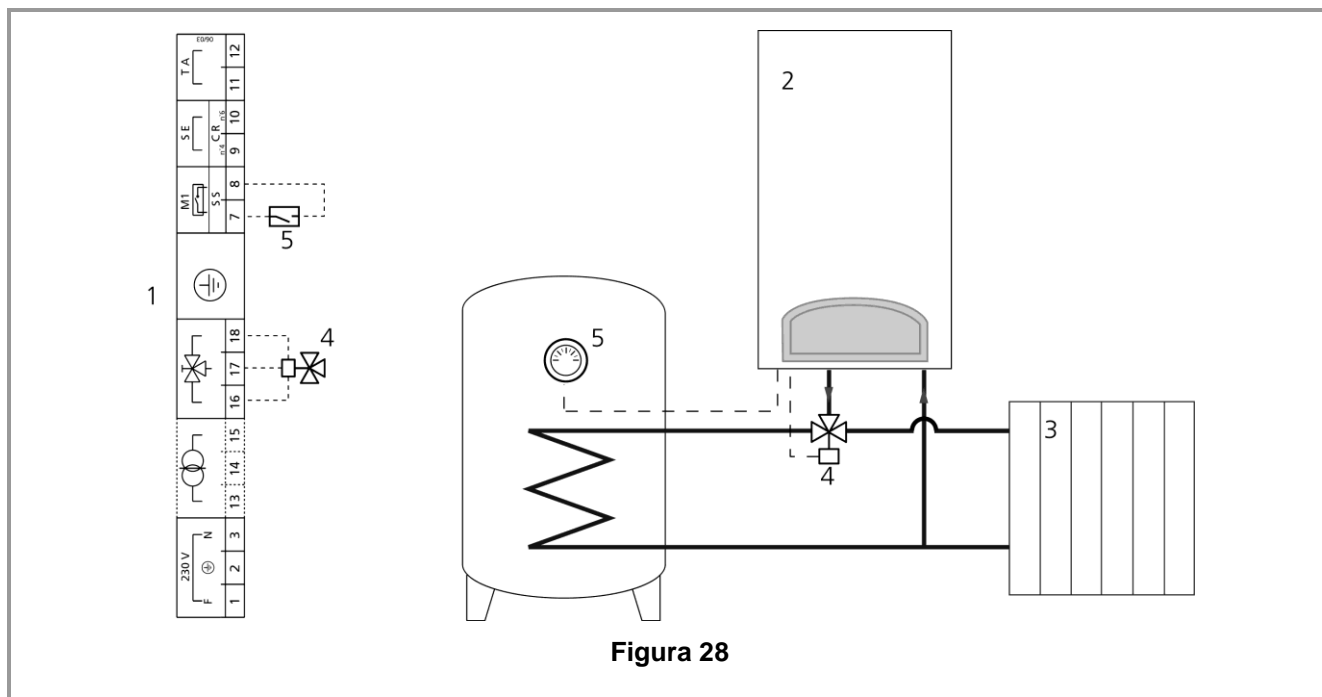

Figura 28
- realizzare il circuito idraulico rappresentato in Figura 28.